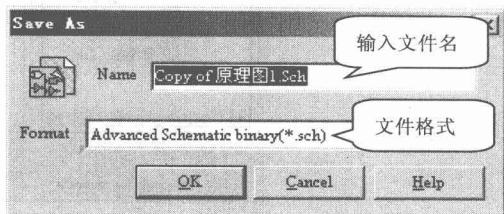

图 1.15 另存为设置
(1) 执行菜单命令 File | Save, 或单击工具栏上的“保存”按钮,即可保存当前文件。
(2) 执行菜单命令 File | Save All, 将保存当前打开的所有文件。
(3) 执行菜单命令 File | Save As (另存为), 其功能是将当前打开的文件更名保存为另一个新文件。系统弹出 Save As 对话框, 如图 1.15 所示, 单击“OK”按钮即可。